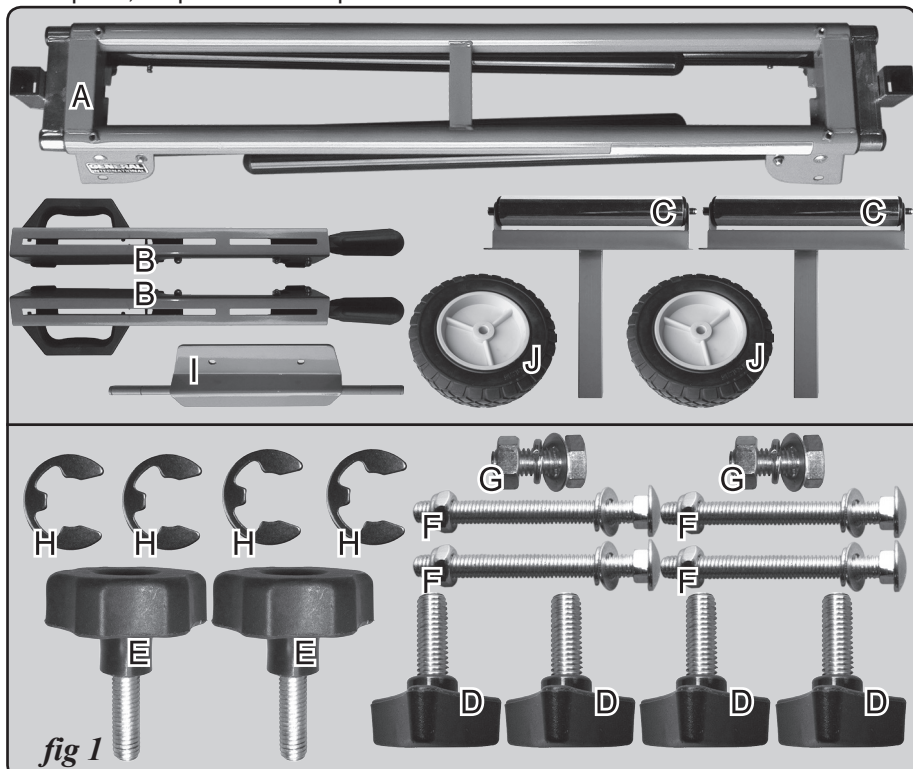

fig 1
Avant de commencer l'assemblage, veuillez lire toutes les directives et vous familiariser avec les pièces. Consultez le diagramme (fig.1) suivant la liste des pièces. Vous y trouverez la description, la quantité et les pièces incluses.
1. Avec le cadre principal (A, fig 1) la tête en bas, appuyez sur le bouton pression pour balancer la patte librement. Déplier les quatre pattes (fig 2). Assurez-vous que les boutons pression sur chaque patte sont dans la position verrouillée. Tournez le support à sa position normal.